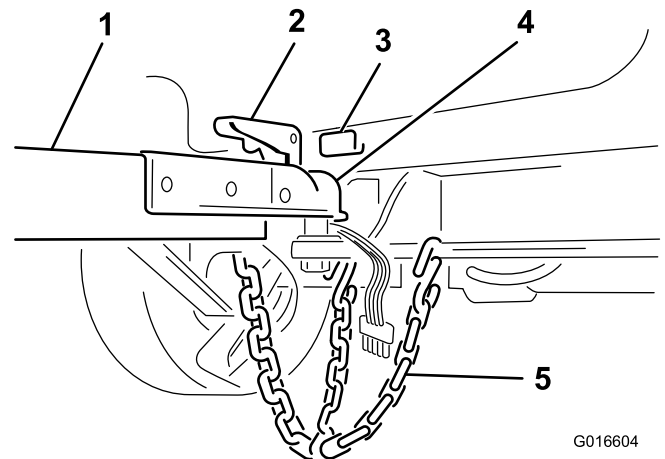

Figure 5
3. Retirez la goupille de verrouillage du levier, serrez le verrou et levez le levier pour ouvrir le coupleur (Figure 5).
5. Posez la goupille de verrouillage pour fixer le levier (Figure 5).